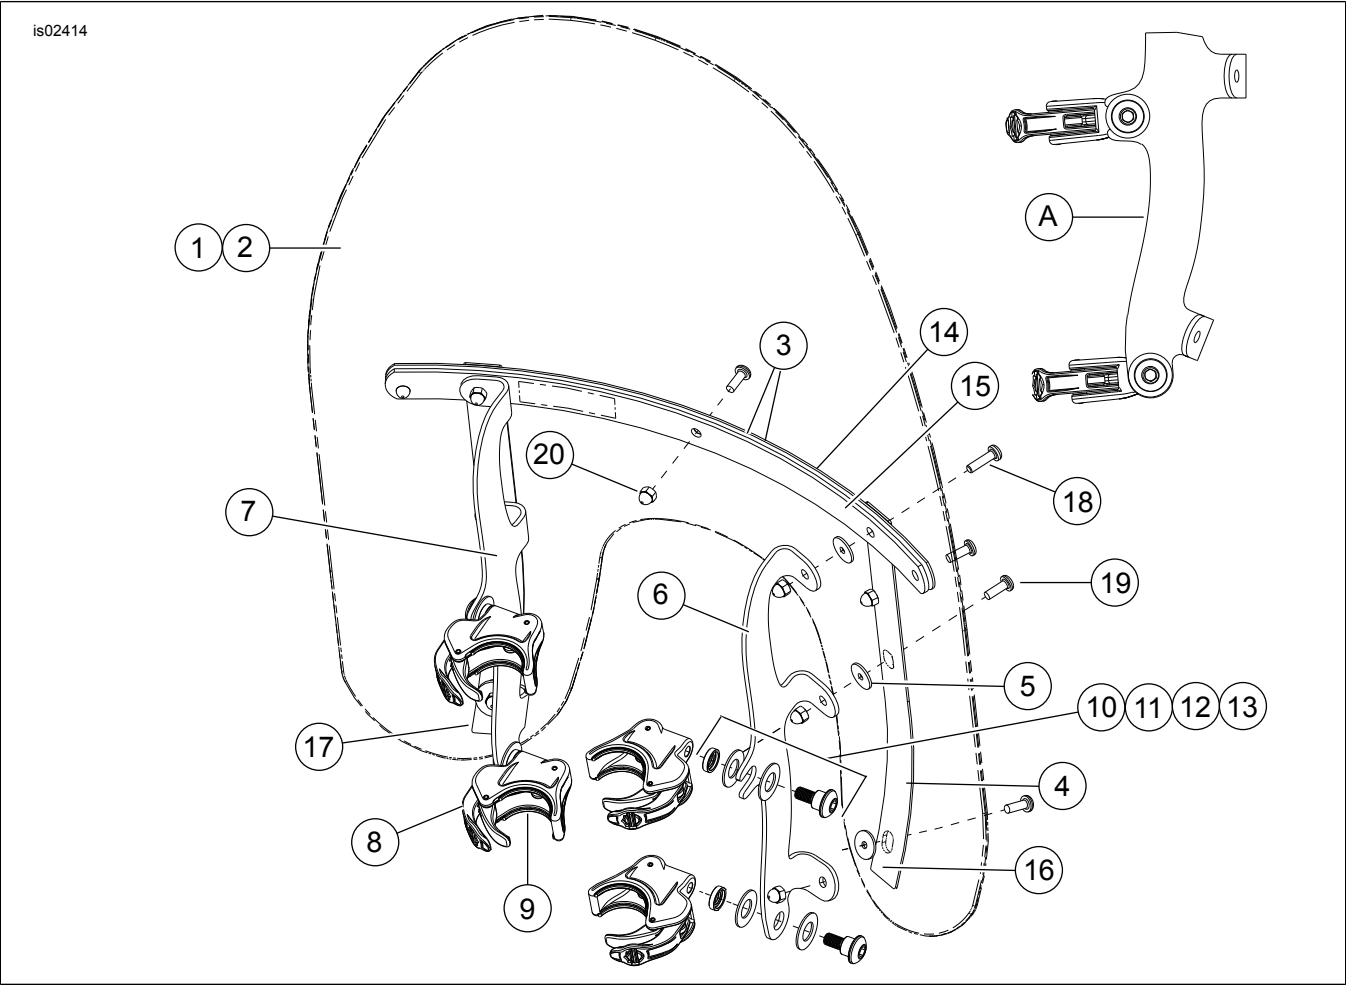
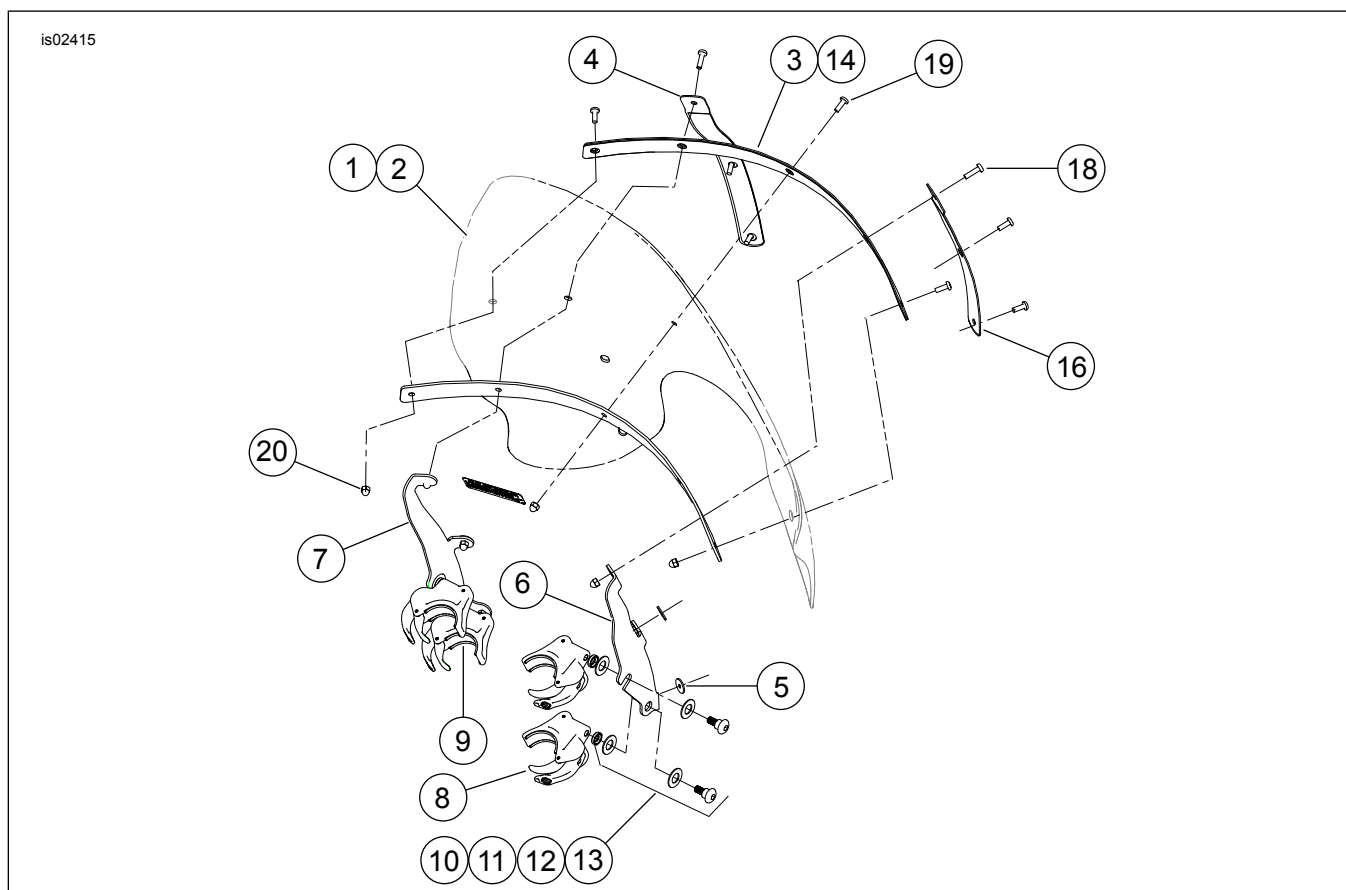
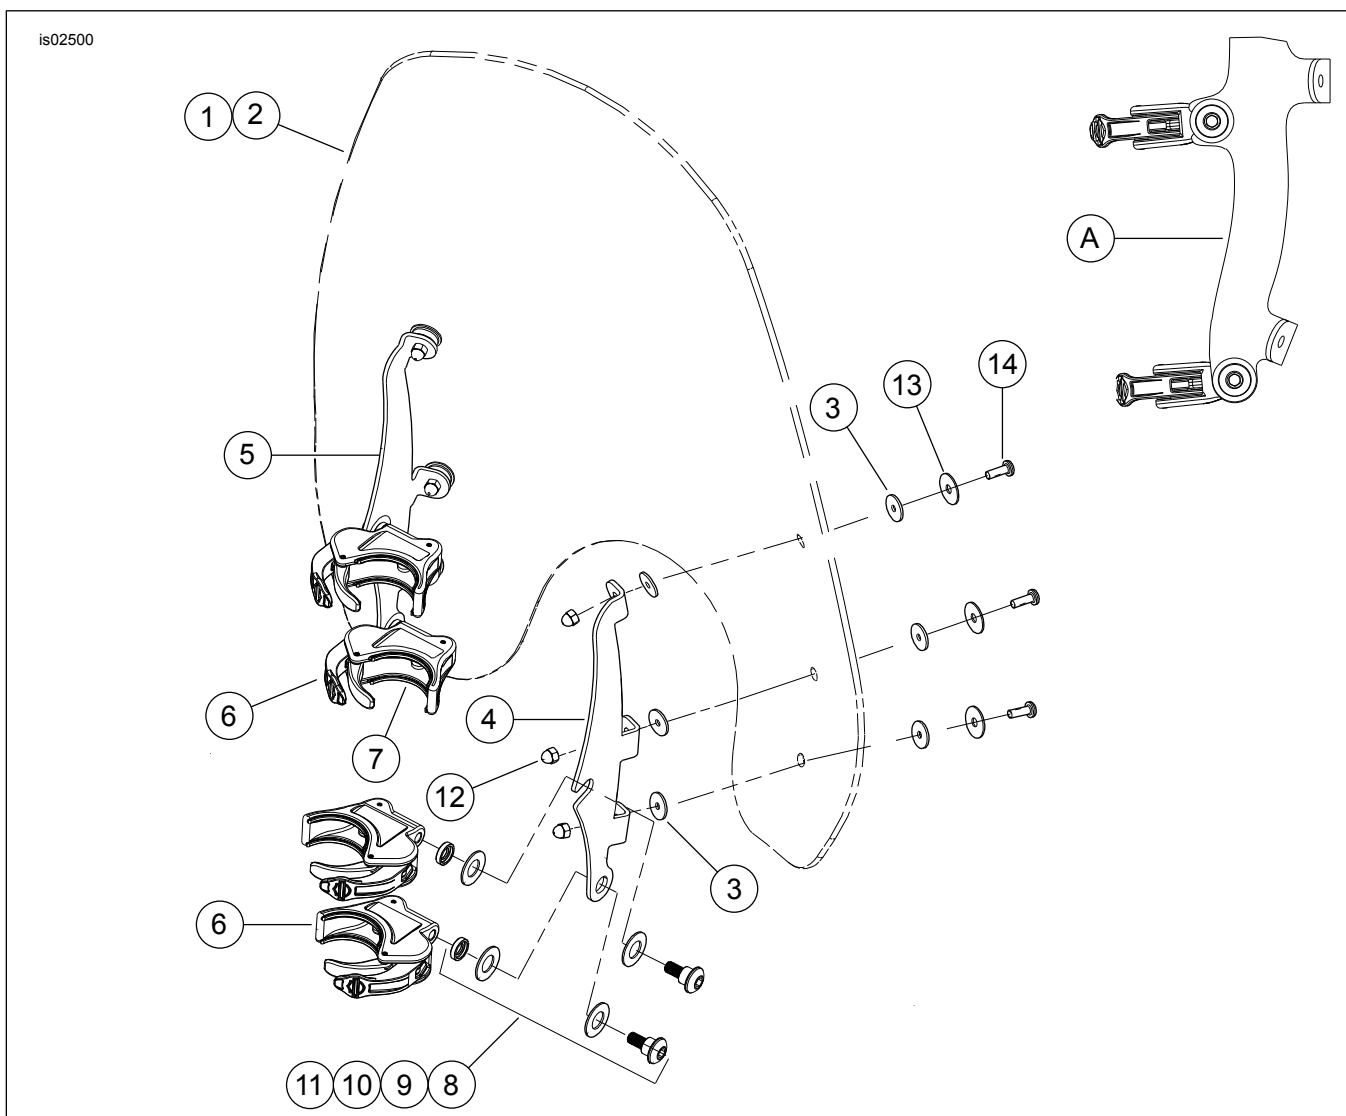

Рисунок 3. Содержимое комплекта Комплекты компактных быстросъемных ветровых стекол (58387-06, 58413-06, 58444-06, 58346-06, 58347-06, 58348-06)
Рисунок 4. Содержимое комплекта Комплекты быстросъемных ветровых стекол для моделей Touring (57015-06, 57016-06)
Рисунок 5. Содержимое комплекта Комплекты быстросъемных ветровых стекол Super Sport (57300-06, 57301-06)
2. См. Рисунок 3, Рисунок 4, Рисунок 5, Рисунок 6, Рисунок 7 и Рисунок 8. Извлеките зажим и комплекты деталей крепления из упаковки и разложите по группам детали одного вида, чтобы подготовиться к установке.